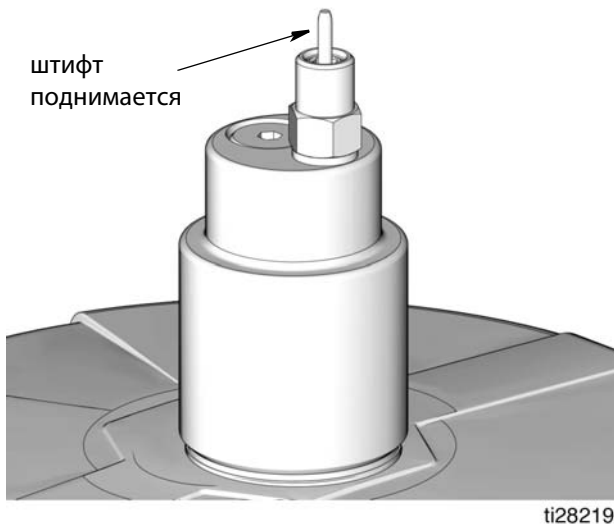

Рис. 22
3. Снимите с наполнительного соединителя (M) желтую пылезащитную крышку.
4. Соедините шлангом подачи (J) насос станции дистанционного заполнения (F) и отверстие наполнительного соединителя с отметкой «I».
5. Включите насос станции дистанционного заполнения (F).
6. Когда резервуар насоса G3 (D) заполнен:
- происходит срыв подачи насоса станции дистанционного заполнения (F) (нулевой напор),
- штифт автоматического запорного устройства для заполнения (B) поднимается, как показано на Рис. 22,
- значение на манометре (R) поднимается до давления, заданного для наполнительного насоса.